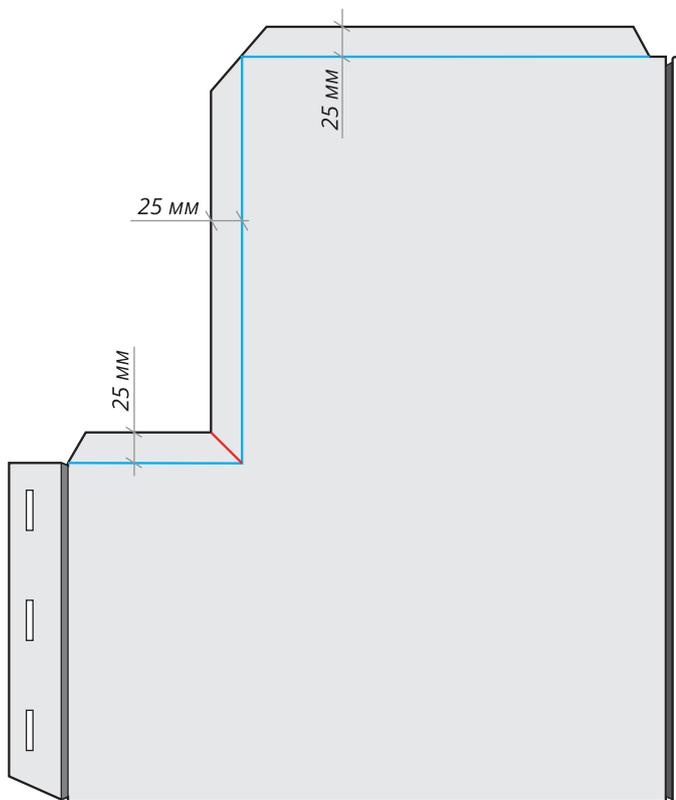

Рисунок 6
- Сделайте разметку на обратной стороне панели. Нужно учесть подгибы 25 мм со стороны карнизов и торца на перепаде (рис. 6).